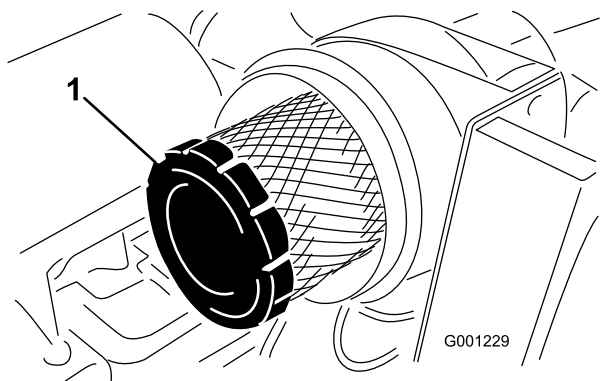

Bild 48
4. Entfernen und wechseln Sie den Hauptfilter aus (Bild 48).